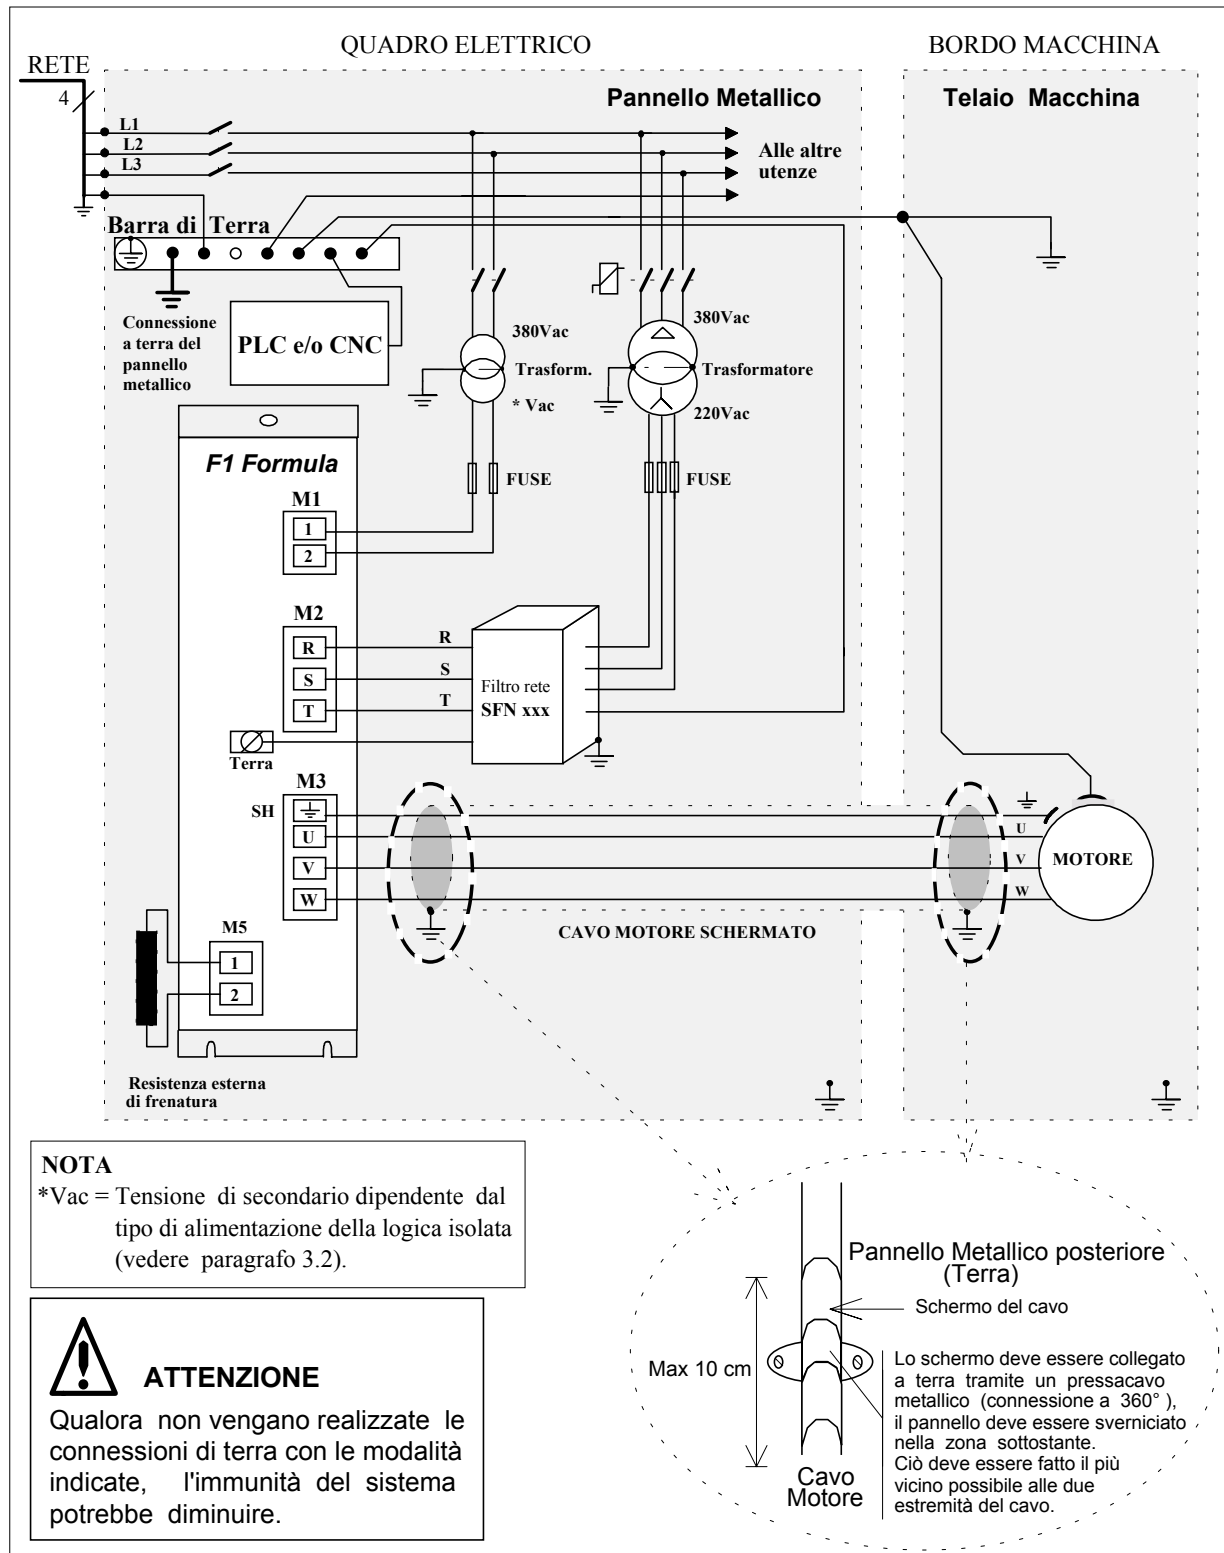

Figura 3.4 Schema di collegamento dei segnali di Potenza.
- Collegare il morsetto di terra (vite presente sul radiatore) alla piastra metallica di terra sottostante il drive con cavo più corto possibile. Se si usa il filtro rete, collegare il cavo di terra in uscita dal filtro con il morsetto di terra del drive (vedere figura 3.4).